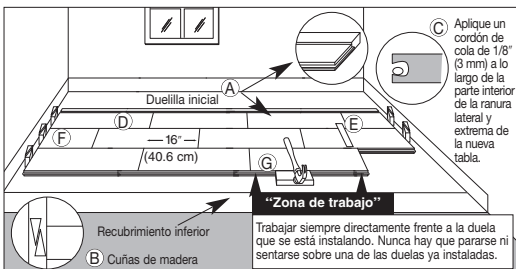

Figura 14
- Seleccione la primera tabla. Todas las instalaciones deben comenzar con el lado de la ranura contra la pared utilizando las tablas más largas disponibles. Aplique una gota de pegamento de 1/8" (3 mm) en la parte interior inferior de la ranura en el extremo de la tabla. No aplique pegamento en el lado de la ranura en este momento (Ítem C, Figura 14). Los productos que tienen la lengüeta extrema en el lado izquierdo deben ser instalados desde la derecha a la izquierda, las lengüetas opuestas deben ser instaladas desde
la izquierda hacia la derecha. (Ítem D, Figura 14). Si se utilizó una tabla de sacrificio, NO debe ser encolada a la primera hilera.
- Complete la primera hilera. Corte la última tabla dejando una separación de 1/2" (13 mm) entre la pared y el piso. (Utilice el extremo restante de la tabla cortada como una tabla de comienzo para cualquier hilera después de la tercera hilera). Instale una cuña en el extremo de la tabla entre el piso de madera y la pared dejando un espacio de expansión de 1/2" (13 mm). Evite la instalación en las primeras cuatro hileras de tablas que midan menos de 16" (40.6 cm). (Ítem F, Figura 14).
- Utilice una barra de tracción para tirar la última tabla desde el extremo opuesto. Instale cuñas en el espacio y apriete (Ítem B, Figura 14).
- Corte o utilice una tabla más corta para la primera tabla de la segunda hilera. Comience la segunda hilera aplicando una gota de pegamento de 1/8" (3 mm) a lo largo de la parte interior inferior de la ranura lateral y extrema de la nueva tabla. Instale la primera tabla de la hilera dos. Aplique una gota de pegamento en la parte interior inferior de la ranura extrema y lateral de la tabla siguiente e instálela. Cuando esté instalando las tablas, utilice un bloque de golpear contra la lengüeta, no la ranura (Ítem G, Figura 14). Golpee las tablas para colocarlas en su lugar con un martillo en el bloque de golpear. NO golpee el borde directamente con el martillo. Complete la segunda hilera hasta la cuarta usando esta misma técnica. Inserte cuñas en los extremos según sea necesario para restringir el movimiento del piso.